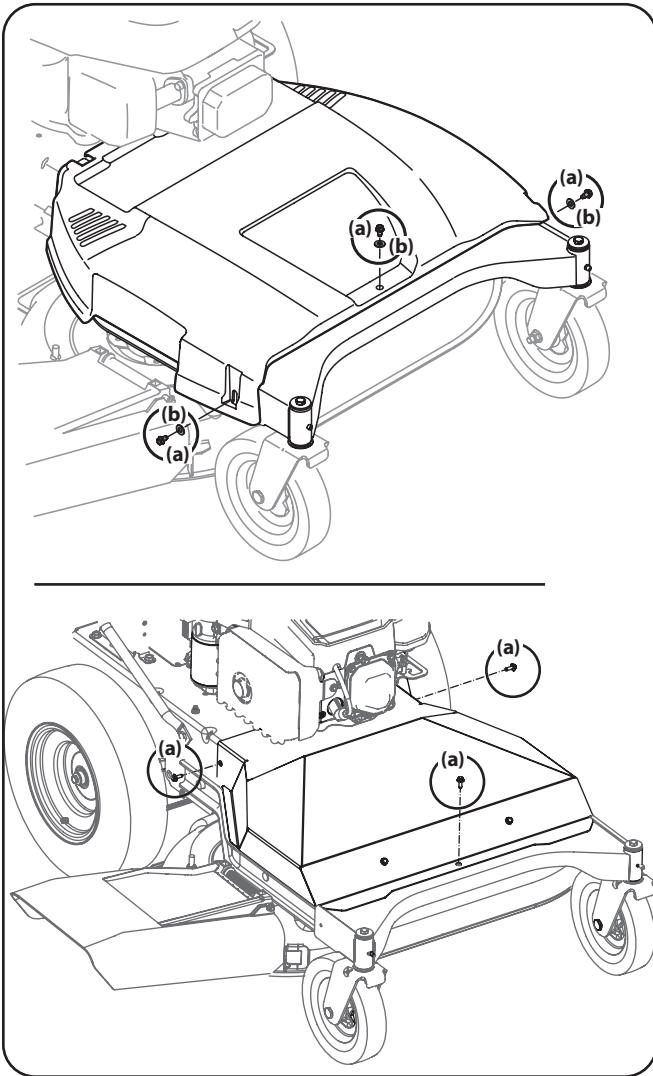

Figura 7-1
1. Para sacar la cubierta de la correa saque los tres tornillos y arandelas que la sujetan al bastidor. Vea Figura 7-1.
2. Retire la cubierta del cinturón quitando los tres tornillos (a) y las arandelas (b) (si las tiene) que lo fijan al marco. Vea la Figura 7-1 para la ubicación de la ferretería de acuerdo con la forma de la cubierta del cinturón.
2. Retire la cubierta de la correa como se ha indicado antes en esta sección. Consulte Figura 7-1.